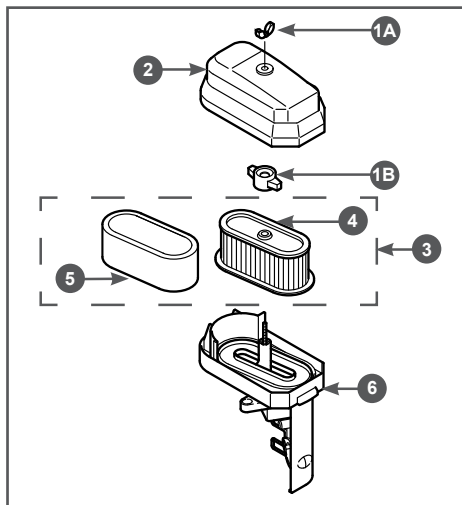

Рис. 21. Обслуживание воздушного фильтра
1. Открутите барашковую гайку 1А и снимите крышку 2 воздушного фильтра (Рис. 21).
2. Открутите барашковую гайку 1В и извлеките из корпуса воздушный фильтр 3 в сборе (Рис. 21).
3. Проверьте целостность и чистоту фильтрующих элементов. Поролоновый (предварительный) фильтрующий элемент 5 установлен на корпусе бумажного фильтрующего элемента 4 (Рис. 21).
4. При незначительном загрязнении промойте поролоновый фильтрующий элемент 5 (Рис. 21) теплым мыльным раствором и просушите. Поврежденный или сильно загрязненный поролоновый фильтрующий элемент замените.
5. Произведите очистку крышки 2 и корпуса 6 воздушного фильтра (Рис. 21), не допуская попадания пыли и грязи в воздухопровод, ведущий к карбюратору.